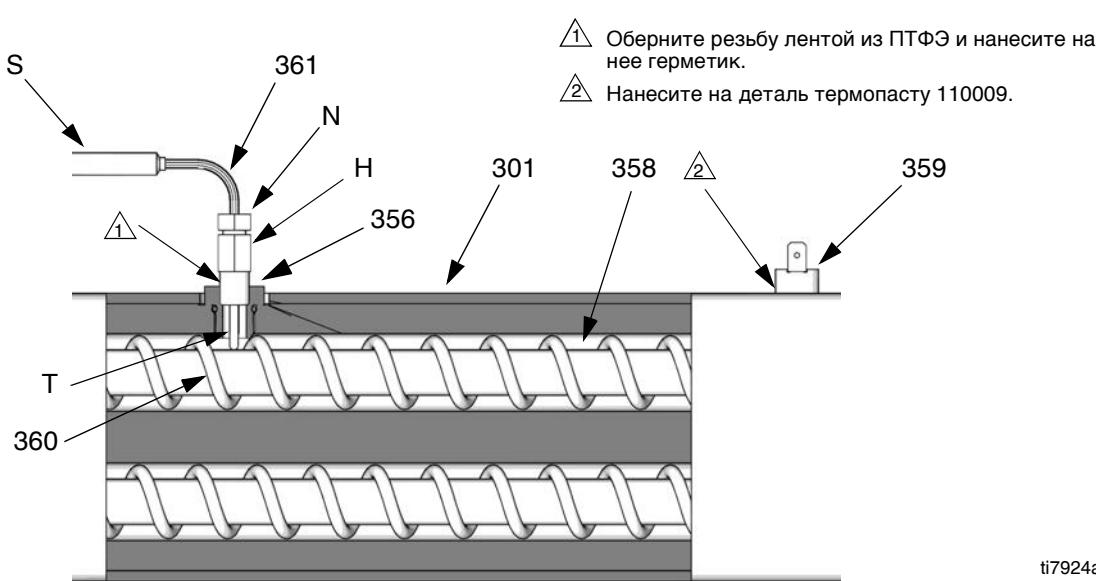

Рис. 8. Термопара
- См. Рис. 8. Ослабьте зажимную гайку (N). Снимите термопару (361) с нагревательного элемента (351), затем снимите корпус термопары (H). Не снимайте адаптер термопары (356), если не требуется. Если адаптер необходимо снять, то убедитесь, что смеситель (360) не препятствует его замене.
- Замените термоэлемент (см. Рис. 8).
- Снимите с наконечника термопары (T) защитную ленту.
- Оберните внешнюю резьбу лентой из ПТФЭ и нанесите на нее герметик, привинтите корпус термопары (H) к адаптеру (356).
- Протолкните термоэлемент (361) внутрь, чтобы наконечник (T) касался нагревательного элемента (358).
- Придерживая термопару (T) напротив нагревательного элемента, затяните зажимную гайку (N) на 1/4 оборота.
- Протяните провода (S) в шкаф и соедините их со жгутом, как ранее. Подключите провода к плате.
- Одновременно включите нагреватели А и В для проверки. Их температура должна повышаться с одинаковой скоростью. Если температура одного из нагревателей ниже, ослабьте зажимную гайку (N) и затяните корпус термопары (H) так, чтобы наконечник термопары (T) касался элемента (358).
- Отсоедините один токоподводящий провод от реле перегрева (359), Рис. 8. Проверьте реле с помощью омметра. Сопротивление должно составлять приблизительно 0 Ом.
- Если реле не прошло проверку, то отсоедините провода и выкрутите винты. Утилизируйте поврежденное реле. Нанесите термопасту 110009, установите новое реле в том же месте на корпусе (351) и закрепите винтами (311). Подсоедините обратно провода.